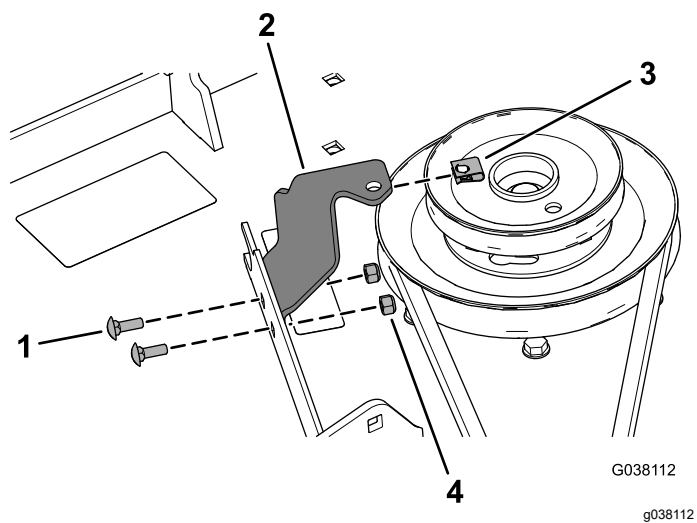

Bild 22
12. Befestigen Sie die Halterung für die Riemenabdeckung mit zwei Schlossschrauben ($\frac{1}{4}$ " x $\frac{3}{4}$ ") und zwei Sicherungsmuttern ($\frac{1}{4}$ ") am Mähwerk, wie in Bild 22 abgebildet.
13. Bringen Sie die Blechmutter an der Halterung für die Riemenabdeckung an (Bild 22).